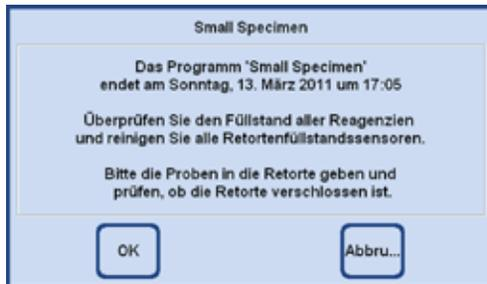

Abb. 193
6. Beim Start eines Programmes informiert ein Bildschirmhinweis (Abb. 193), wann das Programm voraussichtlich enden wird und weist den Benutzer darauf hin, den Füllstand aller Reagenzien zu prüfen und die Retorte zu verschließen.